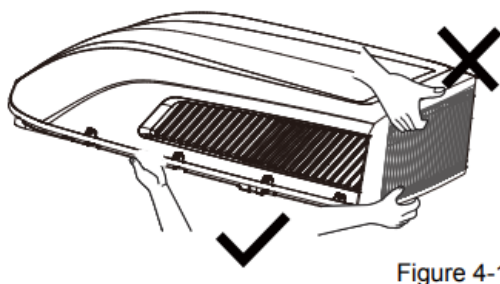

Figure 4-1
- a) Wenn Sie das Außengerät nach dem Auspacken herausnehmen, heben Sie das Luftauslassgitter auf der Rückseite des Außengehäuses nicht an (siehe Abbildung 4-1).